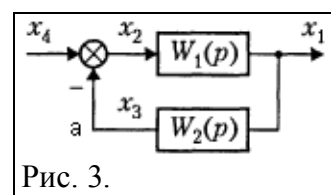

Рис. 3.
**Система с отрицательной обратной связью.** На вход звена кроме входной подается выходная величина через звено обратной связи. На рис. 3. звено  $W_1(p)$  составляет прямую цепь, которая охвачена ОС - звеном  $W_2(p)$ . При отрицательной обратной связи сигнал  $x_3$  вычитается из входного сигнала  $x_4$ . Передаточная функция